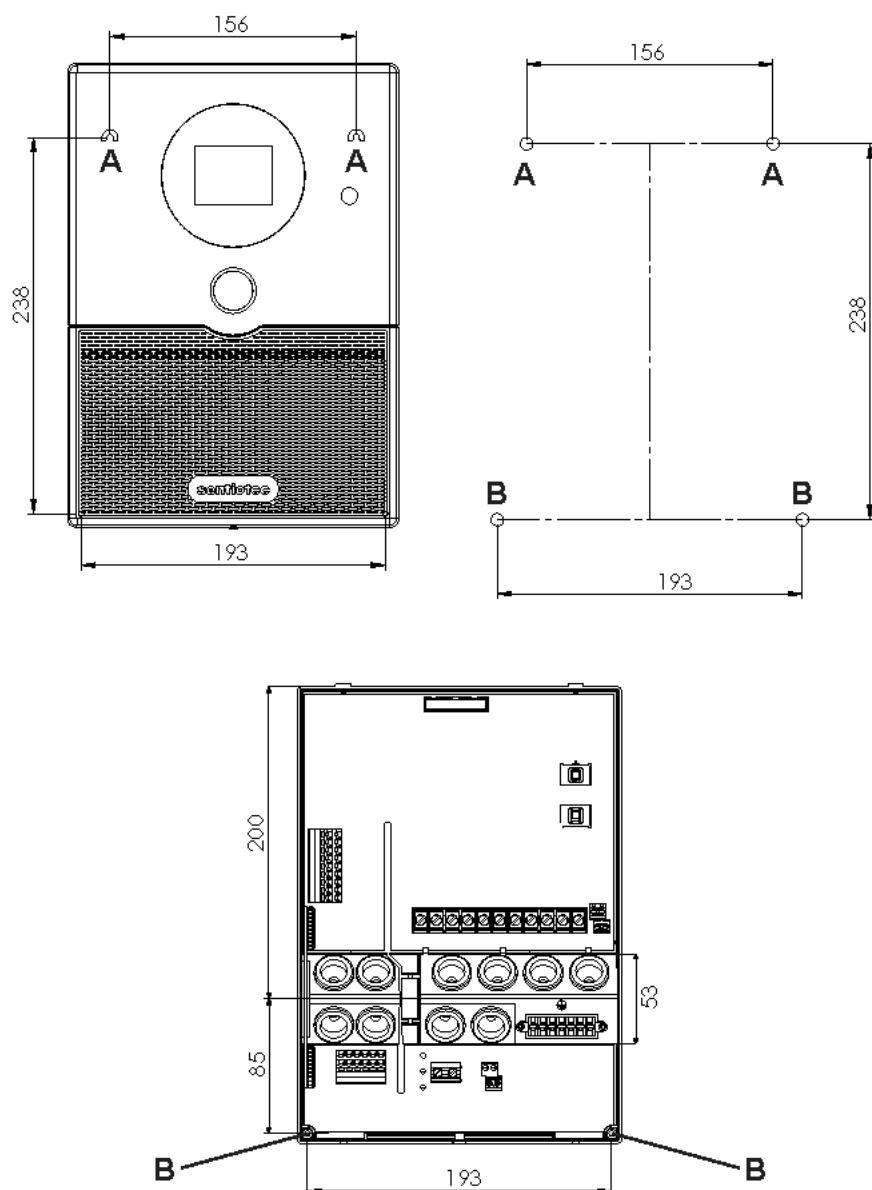

**Fig. 1** Position du dispositif de suspension et des ouvertures de montage (mesures en mm)
1. Vissez deux vis pour aggloméré (3 x 25 mm) à une hauteur d'environ 1,70 m jusqu'à obtenir un écartement de 7 mm dans la paroi du sauna. L'espace entre les deux vis doit être de 156 mm (voir **Fig. 1**).
4. Accrochez la commande de sauna à l'aide du dispositif de suspension **A** aux vis cruciformes montées (voir **Fig. 1**).
5. Vissez deux vis pour aggloméré (3 x 25 mm) dans les ouvertures de fixation inférieures **B** (voir **Fig. 1**).